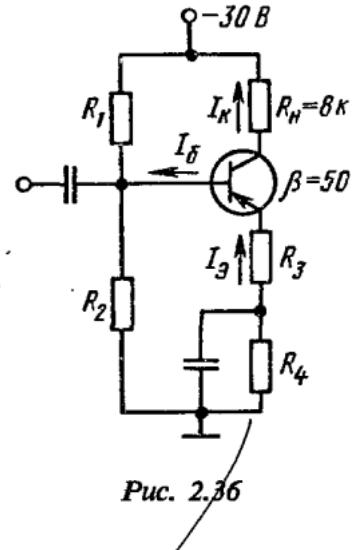

Рис. 2.36
**2.59.** Схема усилителя изображена на рис. 2.36. Рассчитать цепи смещения, если рабочая точка задана следующими координатами:  $I_K = 1$  мА,  $U_{K3} = -6$  В. Коэффициент усиления каскада  $K_U = -8$ .